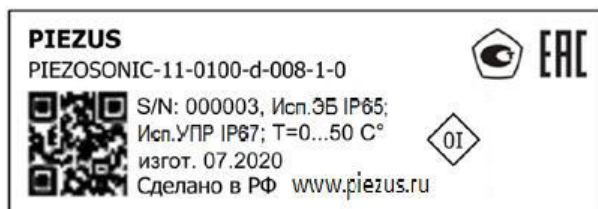

Рисунок 10.1 – Пример идентификационной наклейки для ЭБ
10.1.1 Изделие может быть идентифицировано по его производственной маркировке. Маркировка выполнена в виде наклейки на боковой стороне электронного блока и содержит (рисунок 10.1):